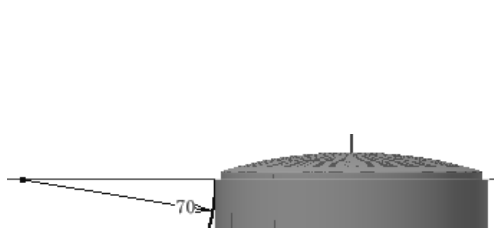

图 7.5 草图 1
- (1) 在 **三维模型** 选项卡 **草图** 区域单击  按钮，然后选择 YZ 平面为草图平面，系统进入草图设计环境。
- (2) 绘制图 7.5 所示的草图，单击  按钮，退出草绘环境。